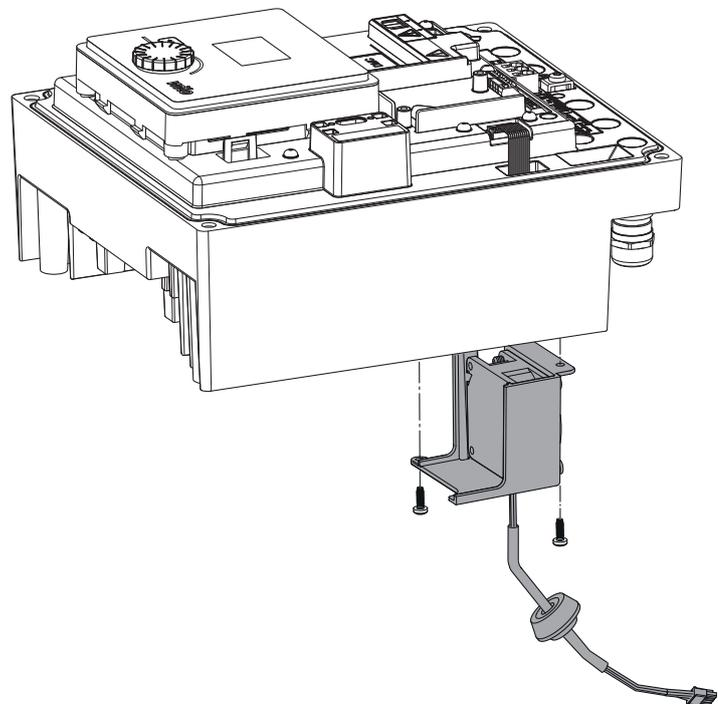

Fig. 45: Retirar o ventilador do módulo, incluindo o cabo e o vedante de borracha
- Abrir a tampa do módulo eletrónico. (Fig. 45).